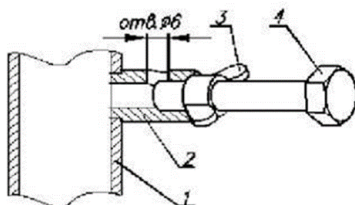
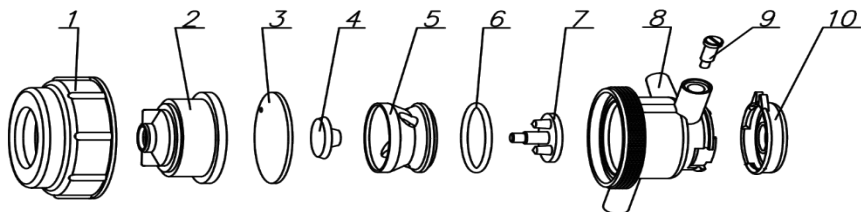

Рис. 2 Вакуум-регулятор
Рис. 10 Устройство пульсатора ПМ
Для регулирования и поддержания постоянного вакуумметрического давления в доильной аппаратуре имеется вакуум-регулятор с вакуумметром установленные на раме. Конструкция вакуум-регулятора показана на рис. 2. Несущая рама 1 (рис. 1) дополнительно выполняет функцию ресивера, который предназначен для сглаживания пульсаций и предотвращения попадания молока в мотор-насос 2 (рис. 1). При отключении мотор-насоса через сливной клапан 11 (рис. 1), расположенный внизу на раме, происходит слив молока или воды в случае попадания их в ресивер.
5.4 Пульсатор предназначен для преобразования постоянного вакуума в переменный, с частотой 61 ± 5 пульсаций в минуту. Регулировка частоты производится на заводе изготовителе. При транспортировке, эксплуатации или хранении частота пульсаций может сбиться и уйти за пределы рабочего диапазона. В этом случае регулировку нужно произвести при помощи регулировочного винта 9 (рис. 10). При установке пульсатора на патрубок 3 (рис. 6) проследите, чтобы крышка пульсатора 10 оказалась снизу.
В патрубок 3 вставьте вертикально соединитель 2, в боковой отвод пульсатор 6. При установке проследите, чтобы крышка пульсатора 10 (рис. 10) оказалась снизу. Патрубок с пульсатором наденьте на отвод крышки.
6.8 Поворотом регулировочного болта 4 (рис. 2) доведите вакуумметрическое давление в системе агрегата доильного до $0,49 \pm 0,01$ кгс/см² и зафиксируйте гайкой «барашек».
6.9 Убедитесь в отсутствии посторонних подсосов. Подсос воздуха должен быть только через отверстие $\varnothing 6$ вакуум-регулятора (рис. 2). В таком положении пульсатор 6 (рис. 6) должен начать работу (четко слышные щелчки с частотой пульсаций 61 ± 5 пульс/мин). Регулировка пульсатора выполняется винтом 9 (рис. 10).